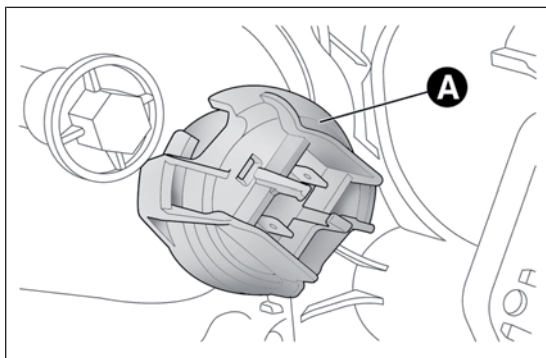

РИС. 137
- снимите защитную заглушку А РИС. 137 лампы;